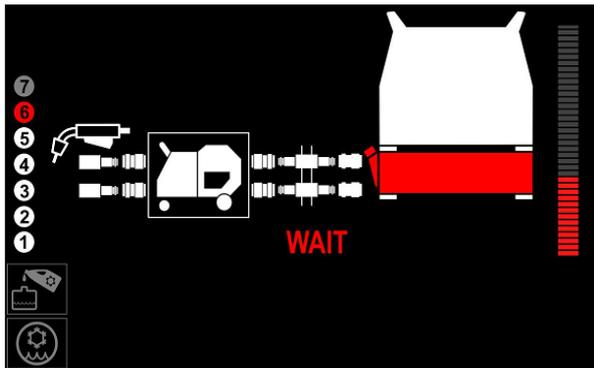

Figura 19
- Aguarde até que o fluido frigorígeno circule pela totalidade do sistema de refrigeração (Figura 19 ou 27).